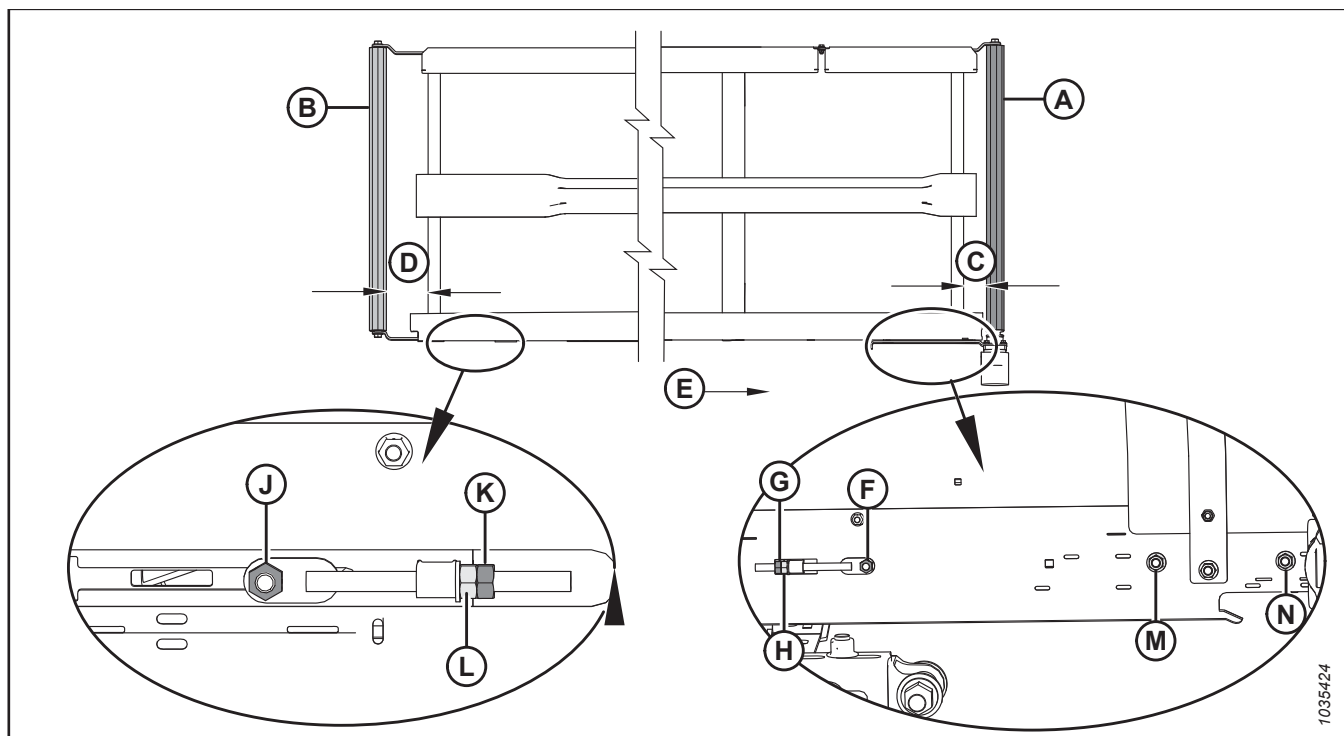

Figure 4.250: Réglage de l'alignement du tapis – Tapis gauche
2. Réglez le rouleau d'entraînement (A) pour changer C (consultez le tableau 4.2, page 701 et la figure 4.250, page 701) comme suit :
- a. Desserrer les écrous (F), (M) et (N), et le contre-écrou (G).
- b. Tournez l'écrou de réglage (H).
- c. Serrer les écrous (F), (M) et (N), et le contre-écrou (G).
3. Réglez le rouleau libre (B) pour changer D (consultez le tableau 4.2, page 701 et la figure 4.250, page 701) comme suit :
- a. Desserrez l'écrou (J) et le contre-écrou (K).
- b. Tournez l'écrou de réglage (L).